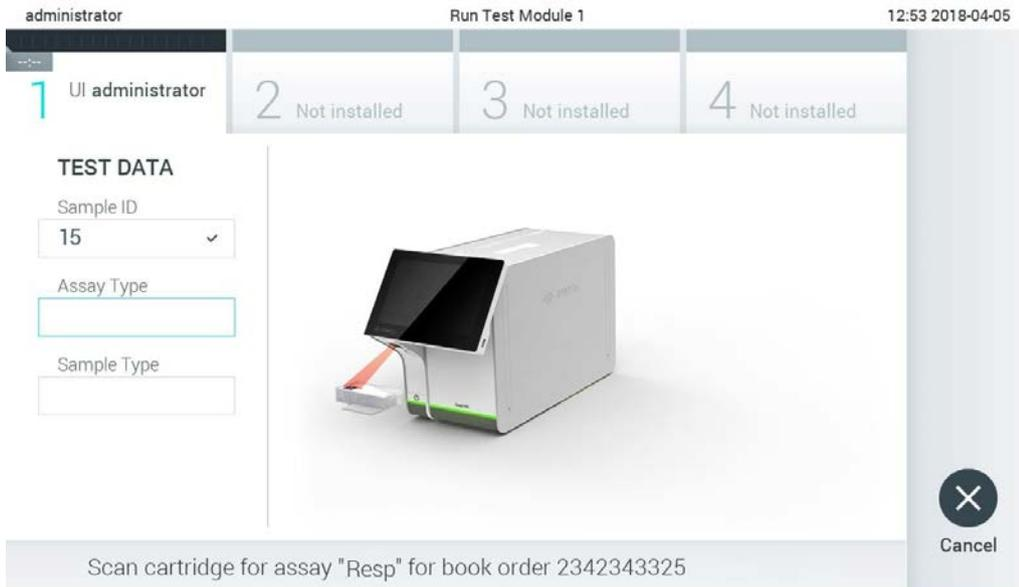

Figure 83. Lecture du code à barres de la cartouche de dosage QIAstat-Dx.
4. Lorsque la commande de test a été reçue avec succès de l'hôte, le message « Scan cartridge for assay <assay\_name> and book order <order\_number> » (Lire la cartouche pour le dosage <nom\_du\_dosage> et la commande de réservation <numéro\_de\_commande>) s'affiche. Lisez le code à barres de la cartouche de dosage QIAstat-Dx spécifiée (Figure 83, page suivante).